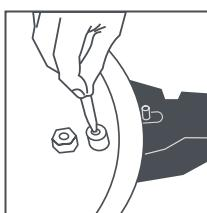

Fig. 12
Válvula de segurança (7). Integrada no sensor de pressão (2) encontra-se a válvula de segurança (7). Pressione com um objeto afiado (Fig. 12) e confirme se a mola não está bloqueada - observa-se uma pequena resistência da mola interior.